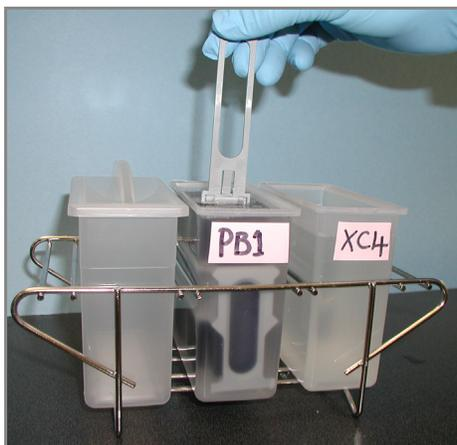

Рис. 69 Промывка чипов BeadChip в PB1
9. Переместите штатив для окрашивания вверх и вниз 10 раз, пересекая поверхность реактива PB1 (Рис. 69).